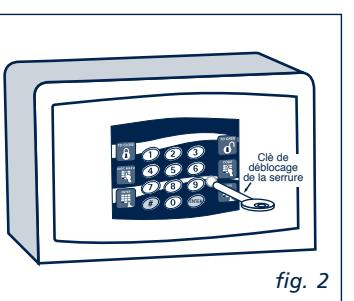

fig. 2
- Introduire la clé dans le trou, tourner la clé d'un quart de tour dans le sens des aiguilles d'une montre et ouvrir la porte (fig. 2).